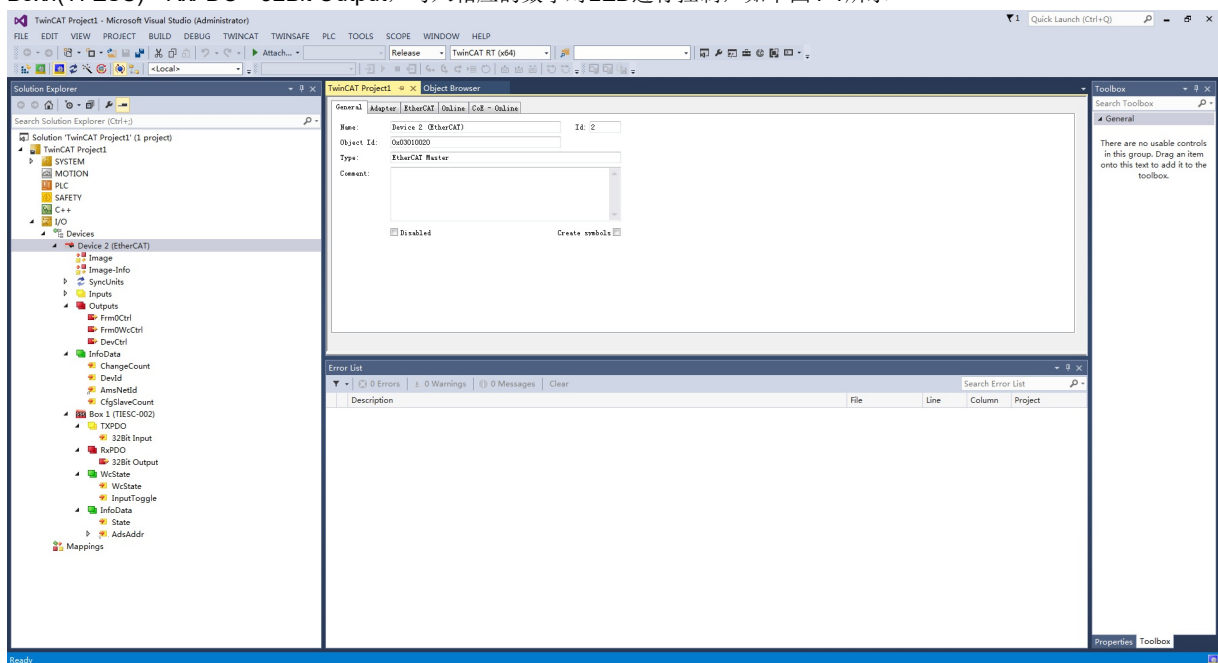

图4-1 TwinCAT主站检测到从站设备
8. 在弹出对话框中选择yes, 接下来弹出对话框Activate Free Run中同样选择yes. TI ESC将会进入OP模式, 用户可以通过选择Boxn(TI-ESC)->RxPDO->32Bit Output, 写入相应的数字对LED进行控制, 如下图4-1所示